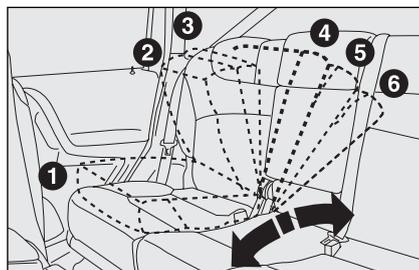

fig. 16
- posizionare il sedile posteriore scorrevole in posizione tutto arretrata e con lo schienale regolato alla 4ª posizione, come illustrato in **fig. 16**.
- posizionare il sedile posteriore scorrevole in posizione tutto arretrata e con lo schienale regolato alla 4ª posizione, come illustrato in **fig. 16**;